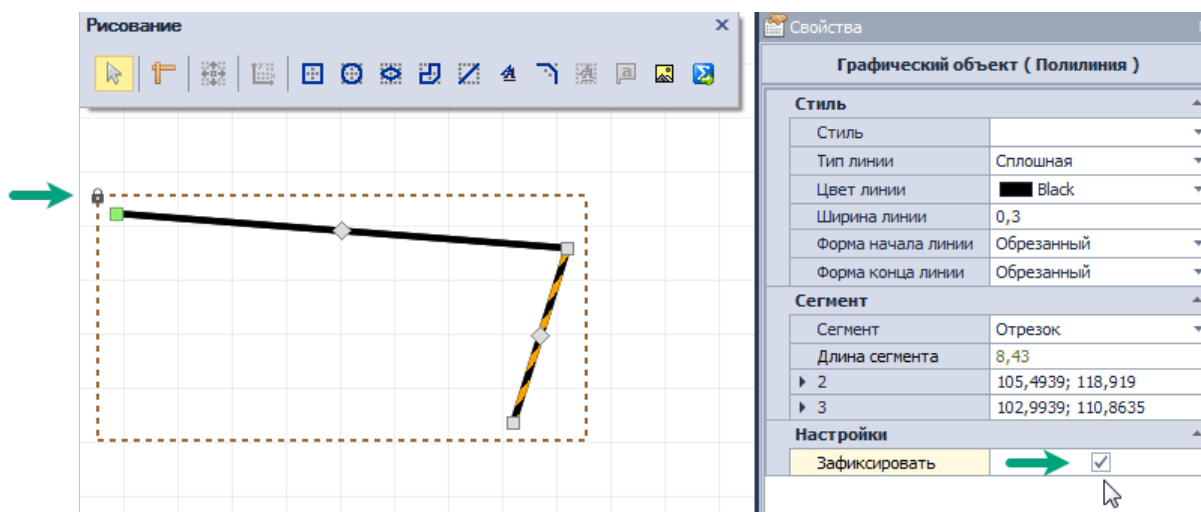

Рис. 364 Фиксация линии
- Зафиксировать – включение/выключение запрета на изменение геометрии и положения линии путем установки флага в поле, Рис. 364.